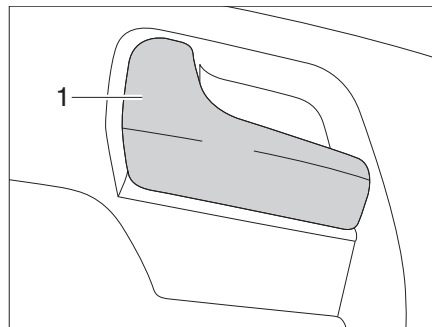

Bild 51 Türschloss Fahrertür, innen
- Am Griff (Bild 51,1) ziehen. Das Türschloss wird entriegelt.